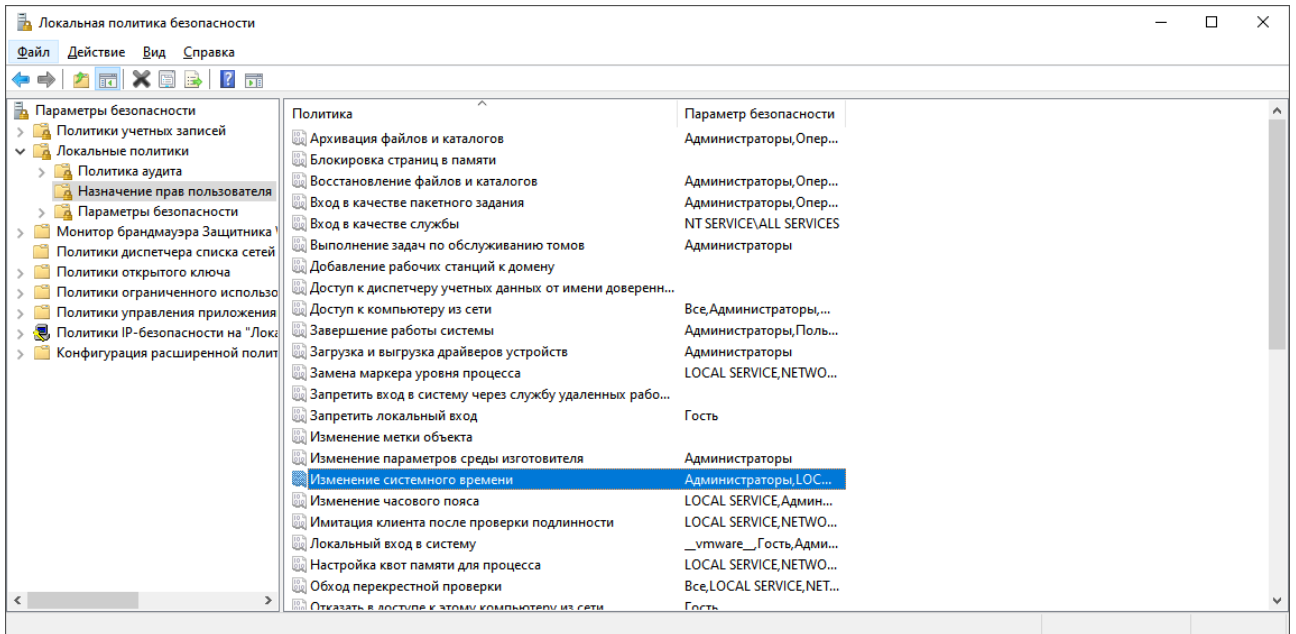

Рисунок 3.14 - Локальная политика безопасности на изменение системного времени
2. Далее перейдите в Параметры безопасности - Локальные политики - Назначение прав пользователя и выберите политику Изменение системного времени (см. рис. 3.14);